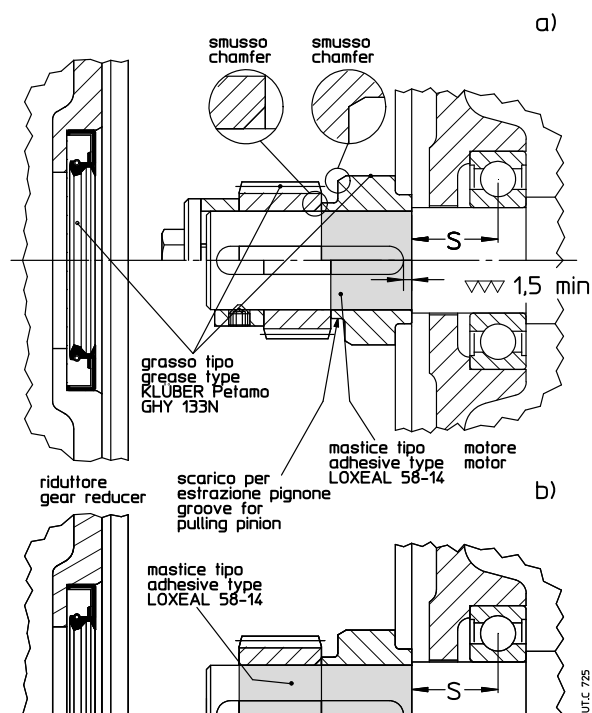

Fig. 7.3.1
- certificar-se de que os motores tenham rolamentos e oscilações (quota S ver a fig. 7.3.1) conforme o indicado na tabela 7.3.1.